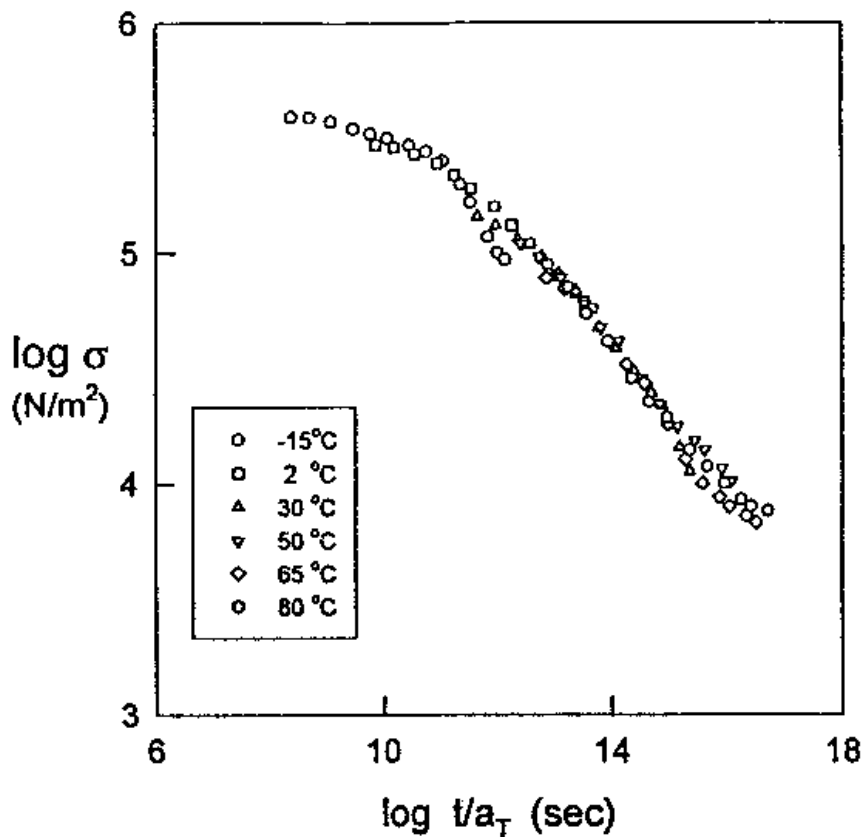

Figura 1: Curva mestre de uma borracha natural com massa molecular de 60000 g mol^{-1} .
- 1 . A Figura 1 mostra a curva mestre para um ensaio de relaxação de tensão em uma borracha natural da Malásia com massa molecular $M_w = 60000 \text{ g mol}^{-1}$, obtida por S. Kaang¹. Os ensaios originais consistiram em afixar uma tira da borracha de 40 mm de comprimento a uma máquina universal de ensaios, sendo esta, a seguir, estirada a 100% de deformação em temperaturas variando entre -15 e 80 °C . O gráfico apresenta a tensão medida em função do tempo, corrigido pelo fator de deslocamento de Williams-Landel-Ferry (assumindo-se $T_g = -65^\circ\text{C}$). Com base neste resultado calcule a tensão efetivamente medida na tira estirada a 30°C após 2 segundos de aplicação da carga.